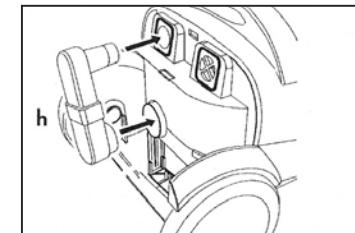

Fig. 13
- Introduire l'accessoire soufflage (h) de la manière indiquée à la Fig. 13.